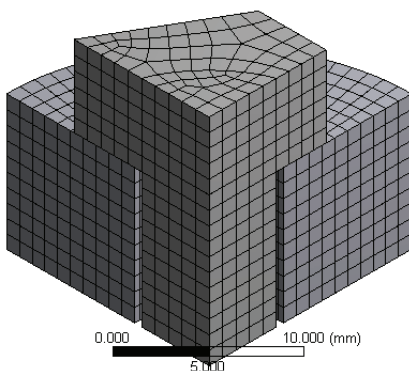

图 8-23 网格划分效果
4) 在 Outline 树结构图中的 Mesh 选项单击鼠标右键，在弹出的快捷菜单中选择 Generate Mesh 命令，最终的网格效果如图 8-23 所示。